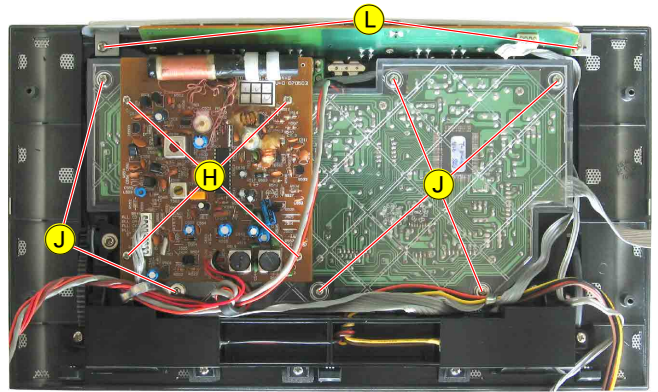

Fig. 6
- 4 Schrauben (H) (Fig. 6) herausdrehen.
- 6 Schrauben (J) (Fig. 6) herausdrehen.
- 2 Schrauben (L) (Fig. 6) herausdrehen.
- Undo 4 screws (H) (Fig. 6).
- Undo 6 screws (J) (Fig. 6).
- Undo 2 screws (L) (Fig. 6).